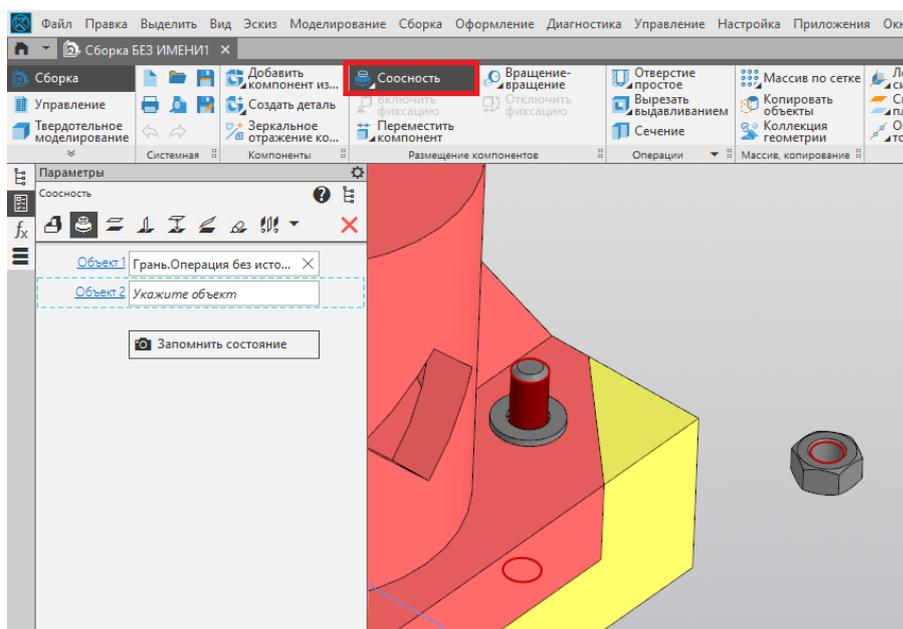

Рис. 68
20. Далее используем ограничение «Соосность» для стержня болта и отверстия гайки (рис. 68).